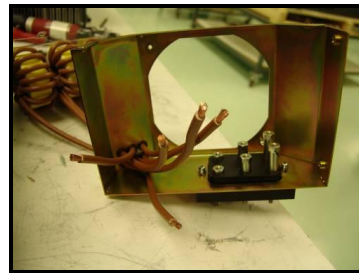

Figura 7.2.21
- 4) Una vez desconectados los cables, cortaremos los terminales para poder sacarlos del montante. ( Ver figura 7.2.21)
- 1) Pasamos los cables de la nueva bobina **dv/dt** por los orificios del montante ventilador. ( Ver figura 7.2.21).